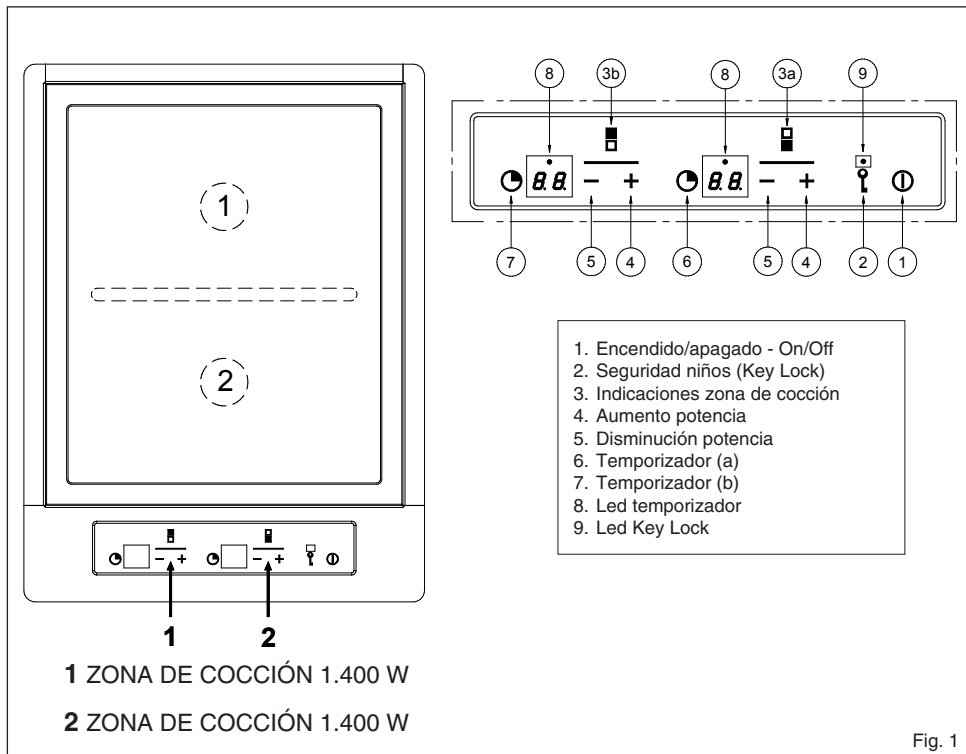

Fig. 1
- El nivel de potencia en el que se lee la configuración (véase Fig. 1 posic. 8) permite mantener constante la temperatura deseada. De esta forma se evita el sobrecalentamiento de los platos, se cocina con poca grasa y se conserva el contenido nutricional de los alimentos.
## Encendido / apagado del Touch Control (Fig. 1)
Los niveles de cocción y de potencia de las zonas de cocción se visualizan mediante un display (posic. 8 Fig. 1). Según los estándares se visualizan los niveles de potencia con los números de "1" a "9".